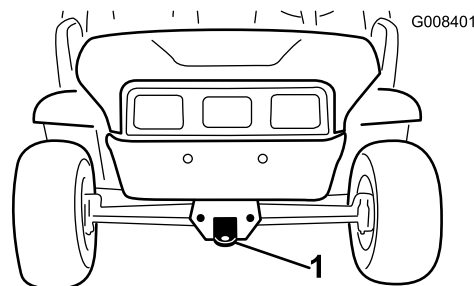
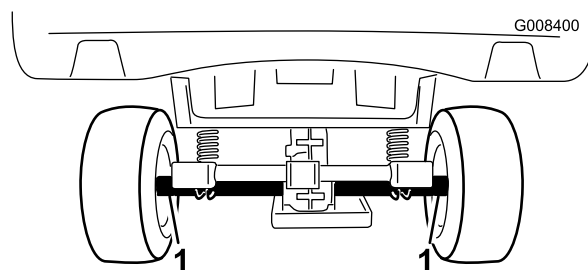

Рисунок 23
Рисунок 24
Для перемещения автомобиля на большие расстояния следует использовать прицеп. Убедитесь, что автомобиль надежно закреплен на прицепе. Местонахождение точек крепления показано на Рисунок 23 и Рисунок 24.
2. Прикрепите буксирный трос к тягово-сцепному устройству в передней части рамы (Рисунок 23).